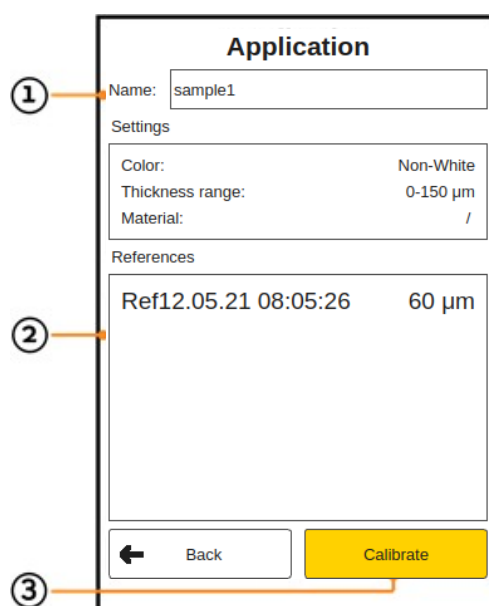

Figure 39 : Menu Étalonnage
L'écran du menu Figure 39 : Étalonnage montre les différents champs du menu d'étalonnage :
Les mesures sans valeur de référence sont ignorées dans l'évaluation de l'étalonnage. Une fois que tous les paramètres de la nouvelle application sont établis, naviguez avec les touches fléchées **(D)** jusqu'au champ « Calibrer » (3) (voir figure 39 : Menu Étalonnage).